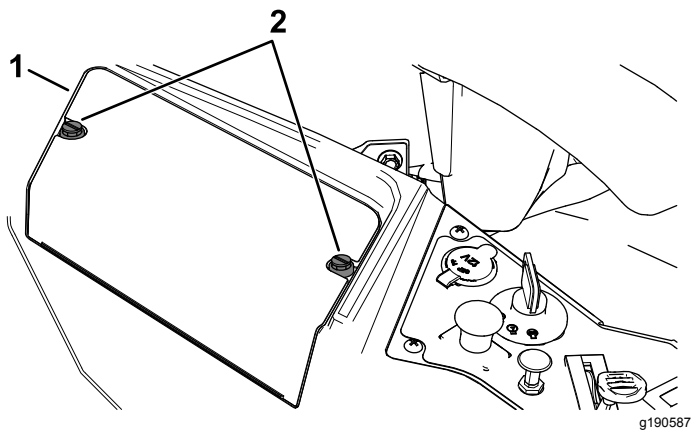

Figura 56
3. Allentate di 1/4 di giro in senso antiorario i 2 elementi di fissaggio sul coperchio della batteria, quindi rimuovete il coperchio della batteria (Figura 56).
6. Montate il coperchio della batteria spingendo verso il basso i 2 elementi di fissaggio e serrandoli in senso orario Figura 56.